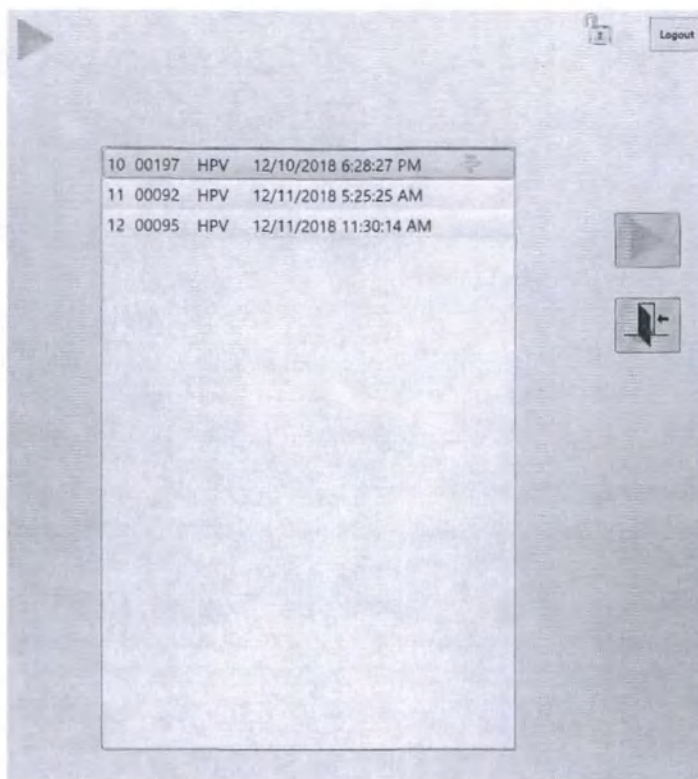

Рис. 5-16 — Экран «Запуск цикла». Выбор штатива
- Если не удастся считать штрихкод, открывается окно «Выбор штатива», в котором перечислены все штативы в состоянии Ongoing (Текущая обработка) (см. рис. 5-16):
Если прибор не может считать штрихкод штатива, открывается экран «Выбор штатива перед запуском цикла» (рис. 5-16). В этом окне отображается до 30 штативов с образцами в состоянии Ongoing (Текущая обработка). По умолчанию выделяется первый штатив.